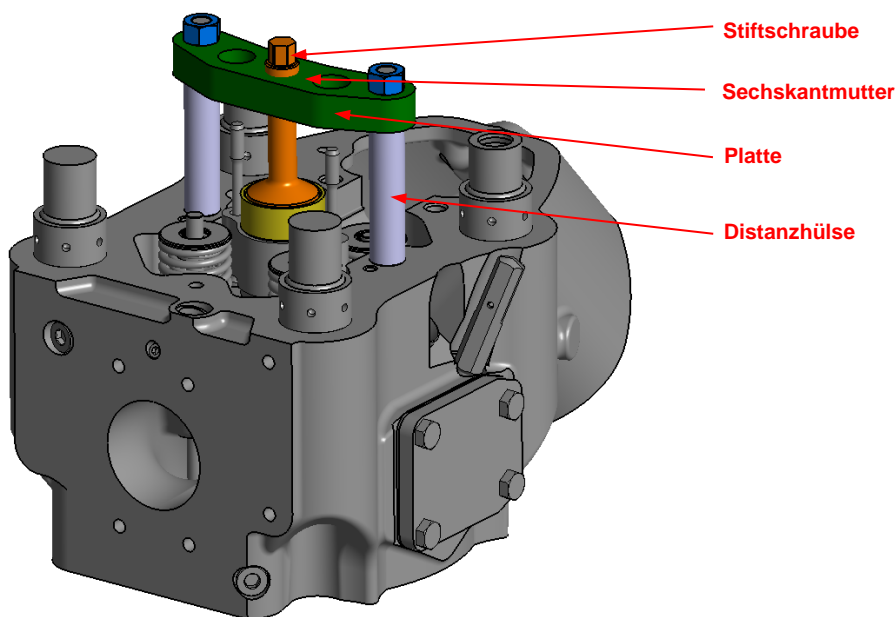

Abbildung 35: Montage des Vorkammermontagewerkzeugs auf "F"-Zylinderkopf
- 5) Vormontiertes Montagewerkzeug wie in Abbildung 35 dargestellt auf die Distanzhülsen und Stiftschrauben aufsetzen und mit 2 x M16 Sechskantmuttern sichern.